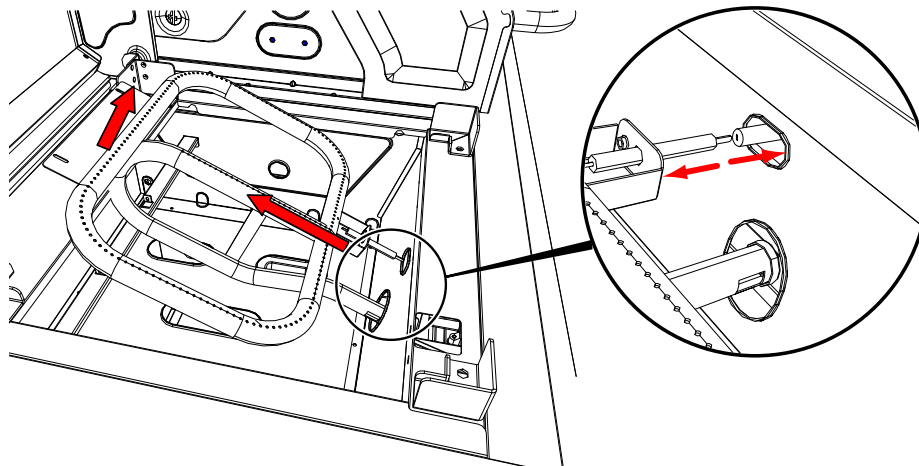

Figura 3
4. Quite el quemador de la cámara de combustión de la plancha, como se muestra en la Figura 3.
5. Desconecte el cable de encendido del electrodo (Figura 3).